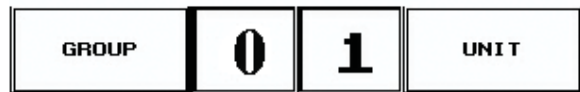

Abbildung 2.3: Adresse von Gruppe und Einheit
2. Berühren Sie die Schaltflächen Gruppe [Group] und Einheit [Unit], siehe Abbildung 2.3: Adresse von Gruppe und Einheit, und stellen Sie die Steuerungsgruppe auf "0" und die Einheit-ID auf "1-99" oder die gewünschte TCP/IP-Adresse.